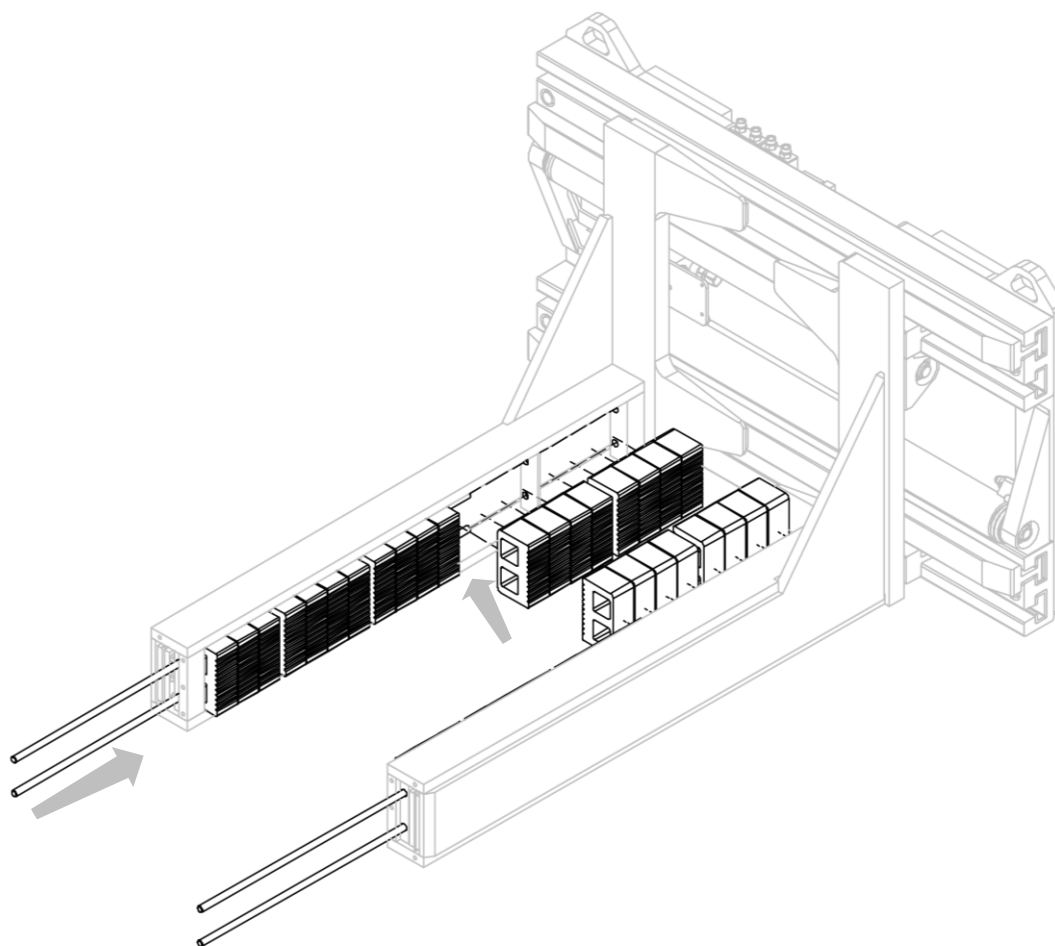

Figura 18
2. Colocar los pasadores de fijación en los asientos adecuados, teniendo cuidado de insertar los escudetes de poliuretano (mira *Figura 18*).